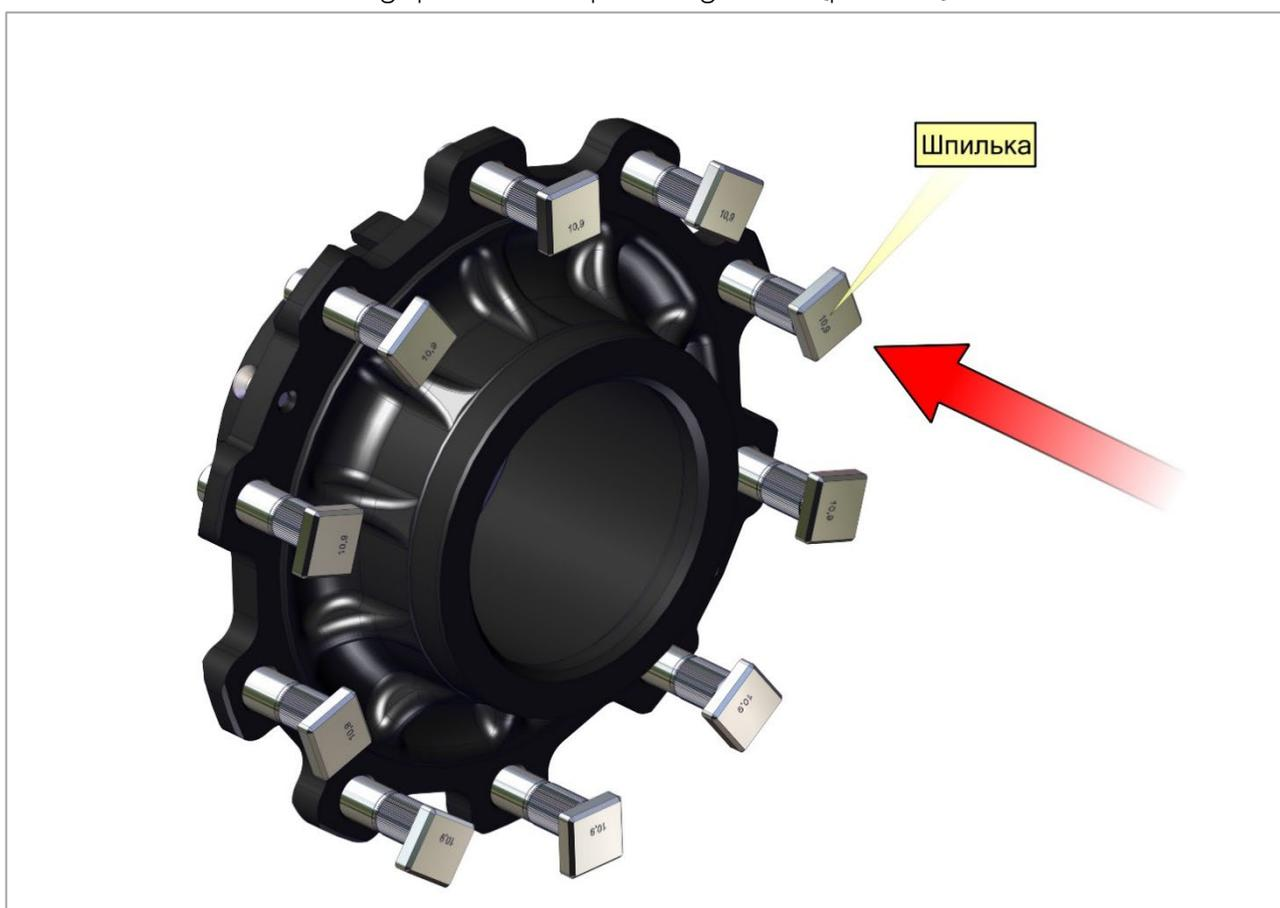

Рис. 13. Установка шпилек
- 3) Шпильку необходимо надежно устанавливать на место, следя за тем, чтобы она располагалась под прямым углом к поверхности ступицы и точно садилась на внутренний торец ступицы (рис. 13).